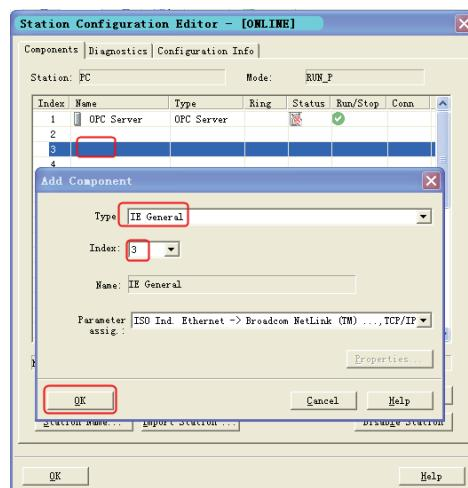

图 10-46 添加组件（2）
- 3) 选择第三号插槽，单击“Add”（添加）按钮或单击鼠标右键选择“添加”按钮，在添加组件窗口中选择 IE General，如图 10-46 所示。